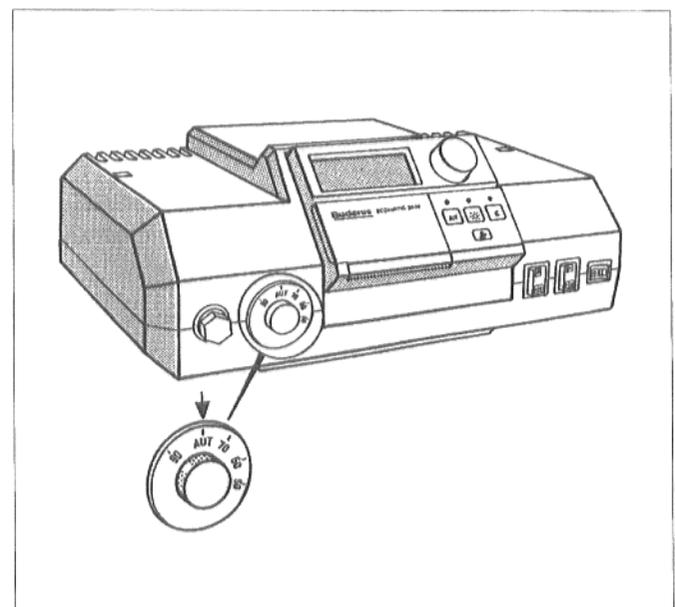

Рис. 2: регулятор температуры котельной воды
- Установить регулятор температуры котельной воды (рис. 2) на "AUT". Без "Регулирования-Ecomatic" необходимо установить желаемую температуру.
- Установить регулятор температуры котельной воды (рис. 2) на "AUT". Без "Регулирование-Ecomatic" необходимо установить желаемую температуру.